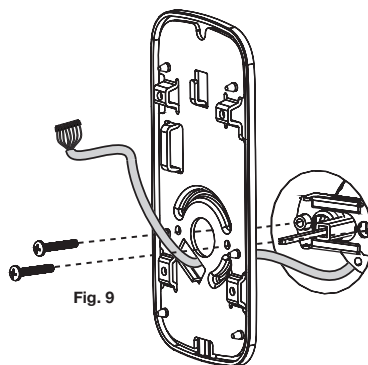

Fig. 9
6. Sosteniendo el escudo exterior a ras de la puerta, posicione la placa de montaje interior pasando primero el cable conector a través del orificio rectangular de 1/2" (1.3 cm) ubicado debajo del orificio central (Fig. 9). La junta de goma debe tocar la puerta.